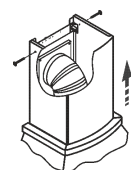

рис. 9
6.5 Выдвиньте вложенную в вытяжку фальштрубу, оденьте ее на кронштейн (рис. 9) и закрепите винтами.